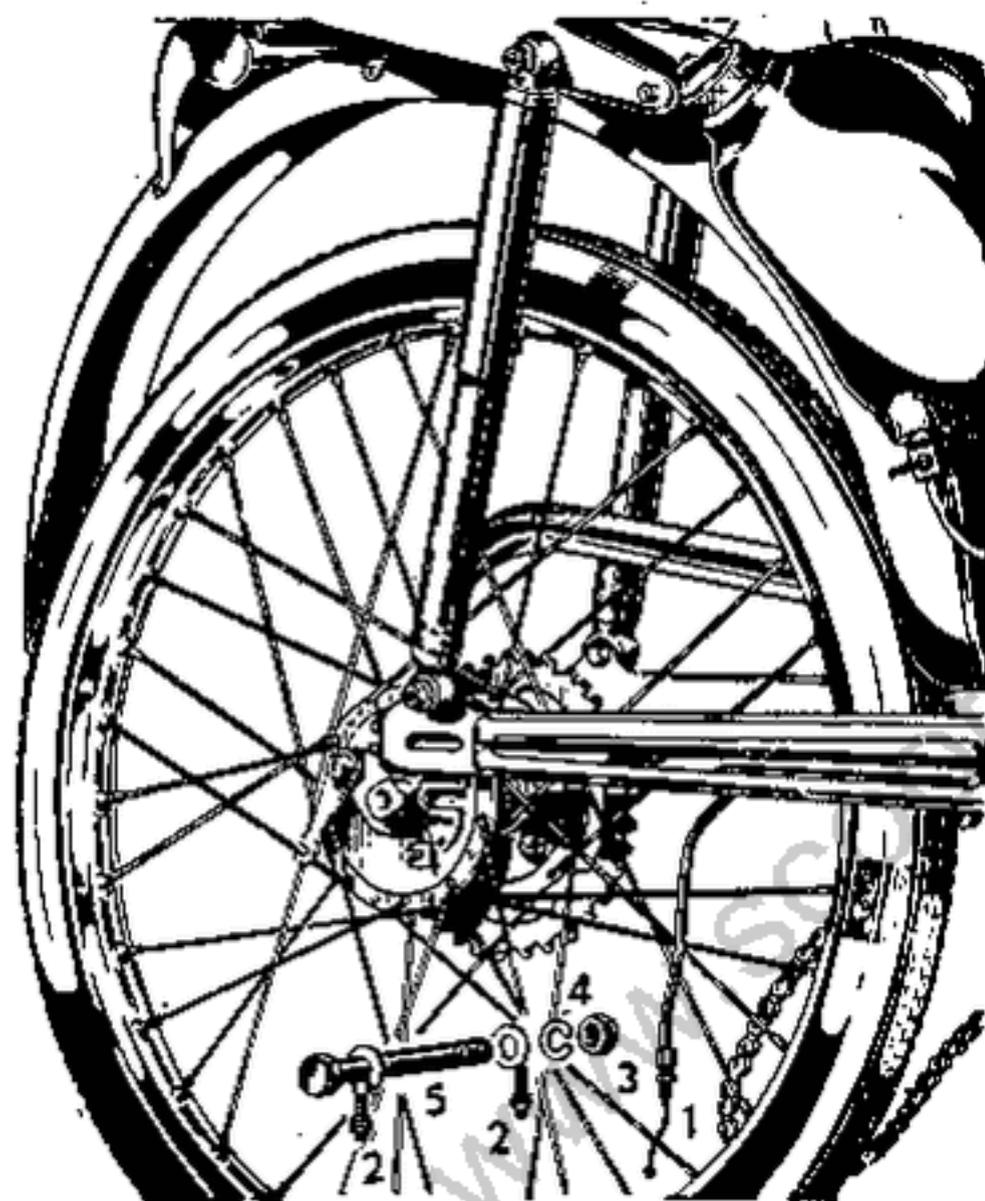

Fig. 8 - Smontaggio ruota posteriore.
Ruota posteriore (v. fig. 8): dapprima staccare dalla propria levetta il cavo comando freno (1), svitare per due giri il dado bloccaggio perno ruota (3) ed allentare i dadi dei due tiranti tendicatena (2) fino a che questi possono sganciarsi dalle loro sedi sulla forcella; indi svitare completamente il dado bloccaggio perno e toglierlo assieme alla sottostante rondella elastica (4). Il perno ruota (5), così libero, sarà sfilato completamente dal mozzo liberando la ruota dalla forcella; smontare infine dalla corona dentata la catena.